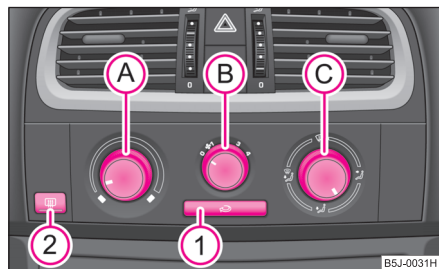

Fig. 82 Încălzirea:
- Rotiți regulatorul rotativ (A) ⇒ fig. 82 spre dreapta pentru a mări temperatura.
- Rotiți regulatorul rotativ (A) spre stânga pentru a reduce temperatura.
- Regulatorul rotativ **(A)** ⇒ pagina 75, fig. 82 spre dreapta până la limită,
- Regulatorul rotativ **(A)** ⇒ pagina 75, fig. 82 spre stânga până la limită
- Apăsați tasta , simbolul din tastă  se aprinde ⇒ pagina 75, fig. 82.
Când regulatorul **(C)** se află în poziția  ⇒ pagina 75, fig. 82, recircularea aerului este oprită automat. Prin apăsarea repetată a tastei  puteți porni recircularea aerului și în această poziție. ▶
Admisia aerului prin fiecare gură de ventilație se reglează de la regulatorul **C** ⇒ pagina 75, fig. 82. Gurile de ventilație **3** și **4** se pot deschide și închide separat.
Prin gurile de ventilație deschise este admis aer încălzit sau rece, în funcție de poziția regulatorului **A** ⇒ pagina 75, fig. 82 și de condițiile climatice. ■